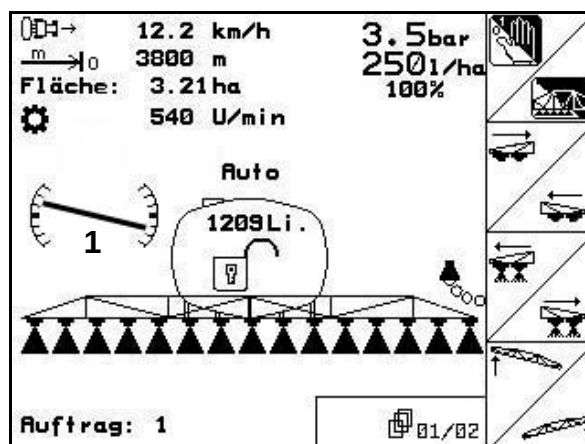

Fig. 140
- En el menú Trabajo, el símbolo regulación de inclinación (Fig. 140/1) muestra la inclinación seleccionada del varillaje de rociado. Aquí está levantado el lado izquierdo del varillaje de rociado.